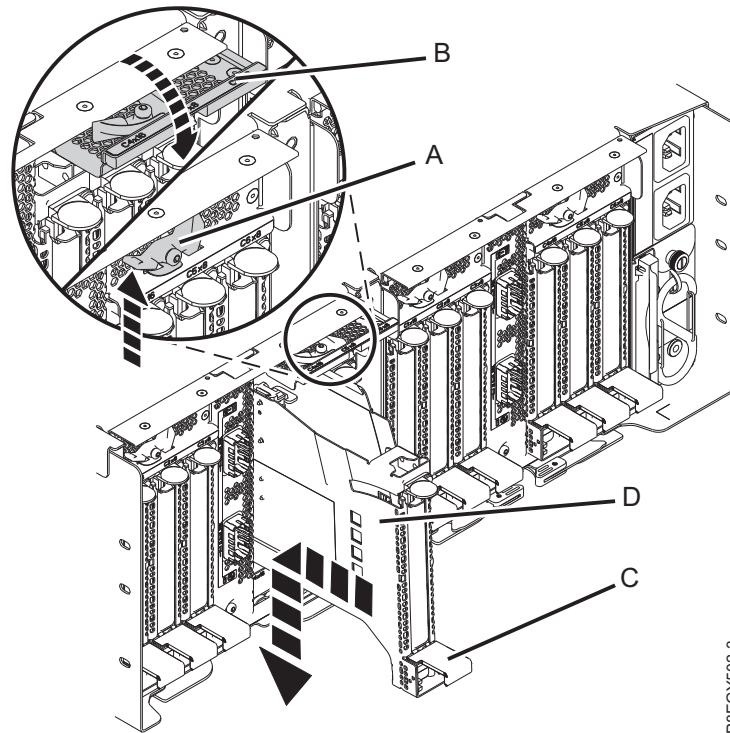

図 83. PCIe 拡張ドロワー での空の PCIe アダプター・カセットの再取り付け
- a. ターゲット・スロットのラッチ・ドア (B) が開いた位置にあることを確認します。
- b. アダプター・カセット (D) の上端を慎重につかみ、アダプター・カセットをスロットに位置合わせします。 81 ページの図 83を参照してください。
- c. PCIe アダプター カセット (D) をスライドさせて、カセット・スロットに入れます。
- d. PCIe アダプターカセット (D) がスロットに完全に挿入されたら、カセット・ハンドル (C) を下方に押して、アダプター・カセット (D) をそのコネクタにロックします。 81 ページの図 83を参照してください。
- e. 81 ページの図 83 に示すように、ラッチ・ドア (B) を下方に回転させ、閉じた位置になるまで押します。 ラッチ・レバー (A) が自動的に所定の位置にロックされます。